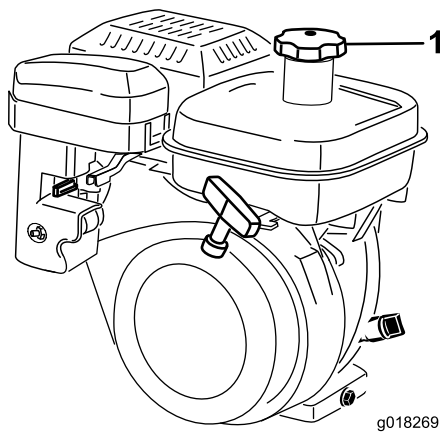

Рисунок 20
1. Очистите область вокруг отстойника топливного бака и снимите крышку (Рисунок 20). Используйте неэтилированный бензин; заправляйте топливный бак не более, чем до низа сетчатого элемента фильтра. Не допускайте переполнения картера.